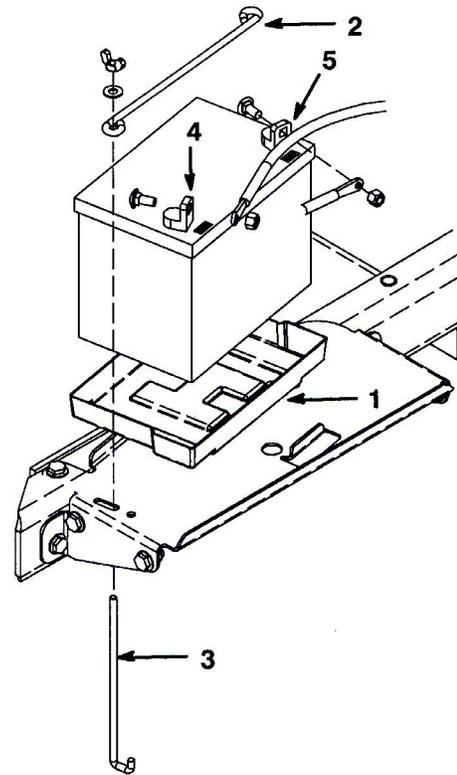

図 5
- バッテリー・ボックスのトレーにバッテリーを載せる(図5)。この時、端子が車体の外側へ向くようにする。
- 横棒(2本)、縦棒(2本)、平ワッシャ、と蝶ネジ(2個)でバッテリーを固定する(図5)。
- プラス(赤)ケーブルをプラス(+)端子に、ボルトと蝶ナットで固定する。次に、マイナス(黒)ケーブルをマイナス(-)端子に接続し、ボルトと蝶ナットで固定する(図5)。ショート防止のために(+)端子にゴムキャップをかぶせる。